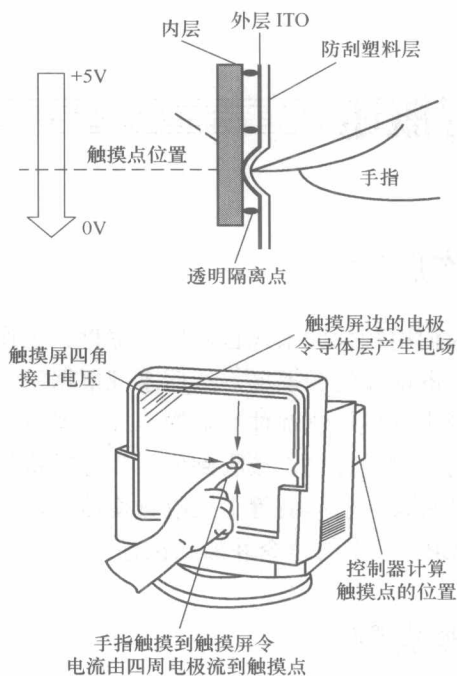

图 1-1 电阻式触摸屏结构示意图
电阻式触摸屏的屏体部分是一块与显示器表面相匹配的多层复合薄膜,由一层玻璃或有机玻璃作为基层,表面涂有一层透明的导电层,上面再盖有一层外表面硬化处理、光滑防刮的塑料层,它的内表面也涂有一层透明导电层,在两层导电层之间有许多细小(小于千分之一英寸^①)的透明隔离点把它们隔开绝缘,如图 1-1 所示。当手指触摸屏幕时,平常相互绝缘的两层导电层就在触摸点位置有了一个接触,因其中一面导电层接通 Y 轴方向的 5V 均匀电压场,使得侦测层的电压由零变为非零,这种接通状态被控制器侦测到后,进行 A/D 转换,并将得到的电压值与 5V 相比,即可得到触摸点的 Y 轴坐标,同理得出 X 轴的坐标,这就是所有电阻式触摸屏共同的最基本的原理。电阻式触摸屏的关键在于材料。它根据引出线数多少,分为四线、五线、六线等多线电阻式触摸屏。电阻式触摸屏在强化玻璃表面分别涂上两层 OTI 透明氧化金属导电层,最外面的一层 OTI 涂层作为导电体,第 2